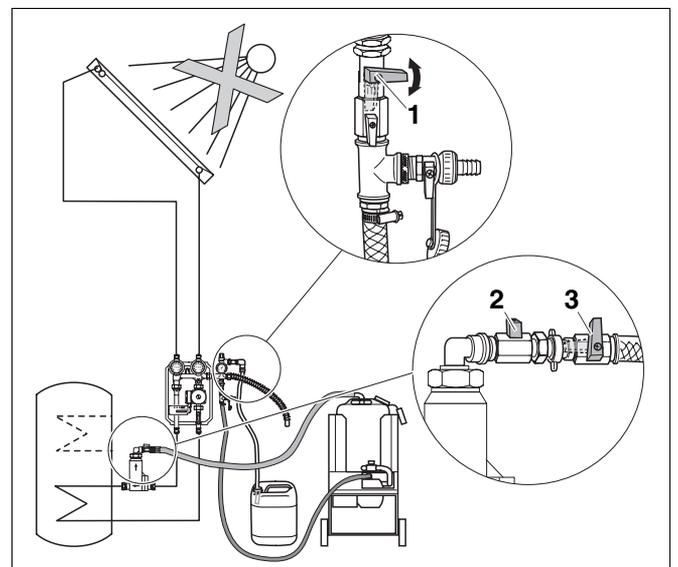

Abb. 25 FE-Hähne schließen und öffnen
- Schließen Sie den FE-Hahn (Abb. 25, **Pos. 1**) an der Sicherheitsgruppe und den FE-Hahn (Abb. 25, **Pos. 2**) am Luftabscheider sowie am Rücklaufschlauch (Abb. 25, **Pos. 3**).
- Öffnen Sie langsam den FE-Hahn (Abb. 25, **Pos. 1**) an der Sicherheitsgruppe, bis der notwendige Betriebsdruck der Solaranlage erreicht ist (siehe Montage- und Wartungsanweisung der Kompletstation).
- Schließen Sie direkt danach den FE-Hahn (Abb. 25, **Pos. 1**).